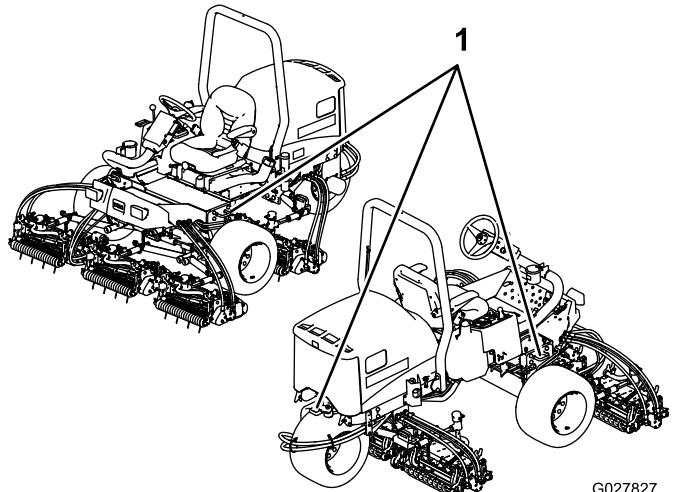

图 39
- 使用机器上的金属栓系环用箍带、链条、缆绳或绳索 (图 39) 将机器牢牢固定在拖车或卡车上。